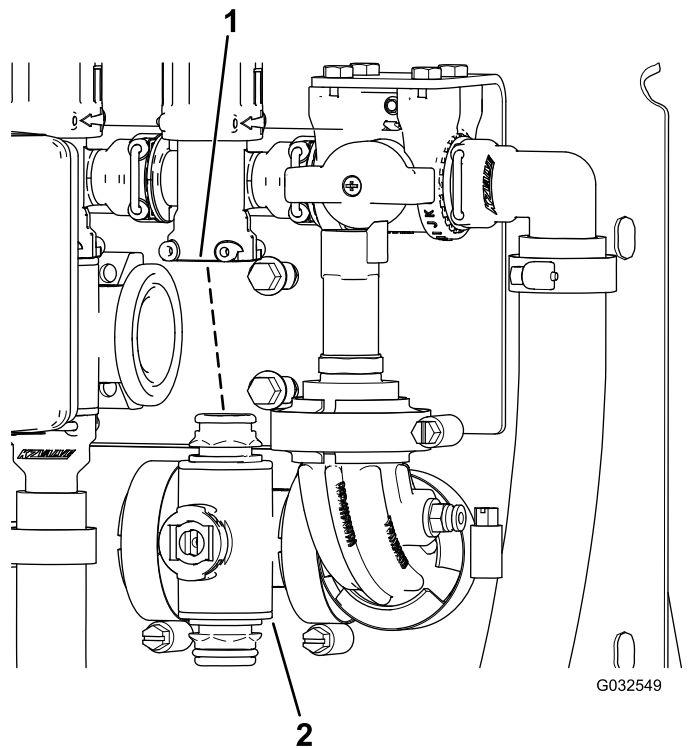

Figure 101
3. Déposez le collecteur de vanne de section de la machine (Figure 101).